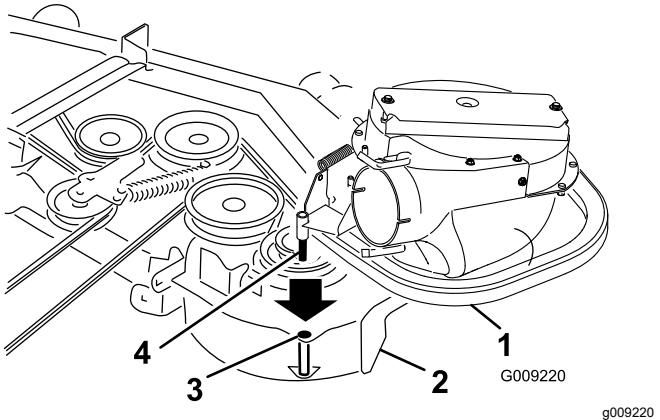

Figura 18
2. Infilate il grano del gruppo soffiatore nel foro di rotazione (Figura 17 o Figura 18).